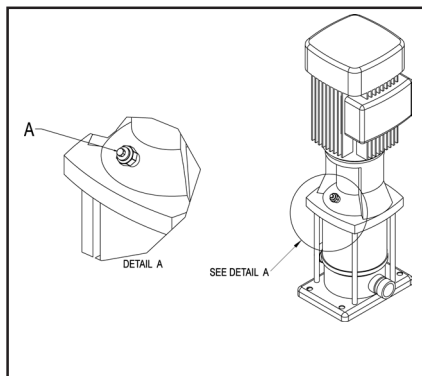

Fig. 3 0627131
4. Desserrer le bouchon de surpression (A, Fig 3) de 1 à 2 tours jusqu'à ce que l'air et l'eau commencent à s'échapper.